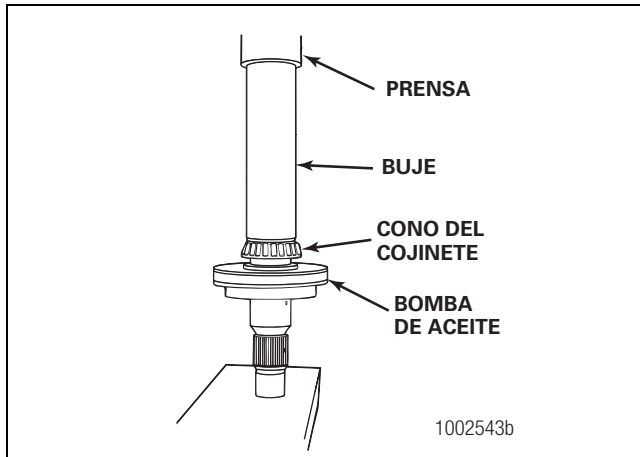

Figura 5.71
- C. Use una prensa y buje para instalar el cono del cojinete en el eje impulsor. El cono está instalado correctamente cuando el fondo del cono toca el hombro del eje. Figura 5.71.